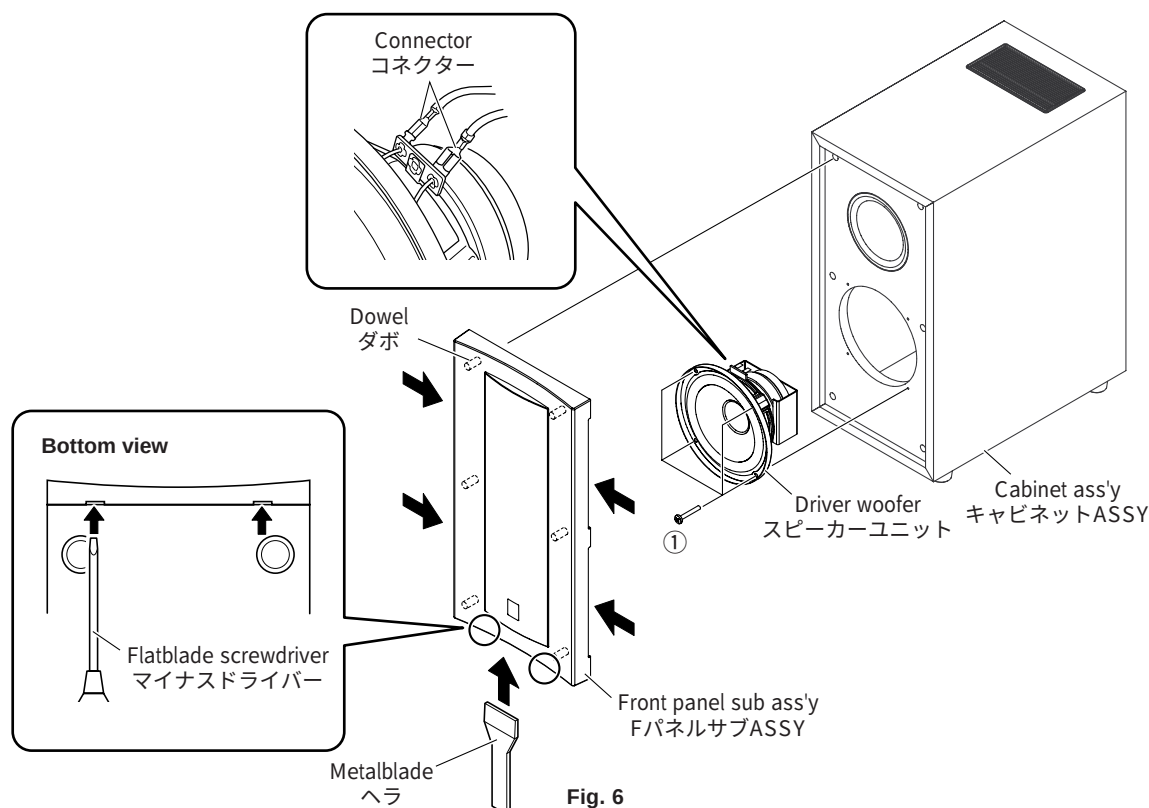

Fig. 6
- First, insert a flatblade screwdriver at 2 locations on the bottom to push up the front panel sub ass'y. (Fig. 6)
- Then, using a metalblade or the like, push up the front panel sub ass'y to remove it. (Fig. 6)
- Remove 4 screws (①). (Fig. 6)
- Disconnect the connector connected to the terminal of the driver woofer. (Fig. 6)
- Remove the driver woofer. (Fig. 6)
- 最初に、底面の 2 箇所へマイナスドライバを差し込み、F パネルサブ ASSY を押し上げます。(Fig. 6)
- 次に、ヘラ等を使い、F パネルサブ ASSY を押し上げ、取り外します。(Fig. 6)
- ① のネジ 4 本を外します。(Fig. 6)
- スピーカーユニットを引き出します。(Fig. 6)
- スピーカーユニットの端子からコネクターを外します。(Fig. 6)
- スピーカーユニットを取り外します。(Fig. 6)